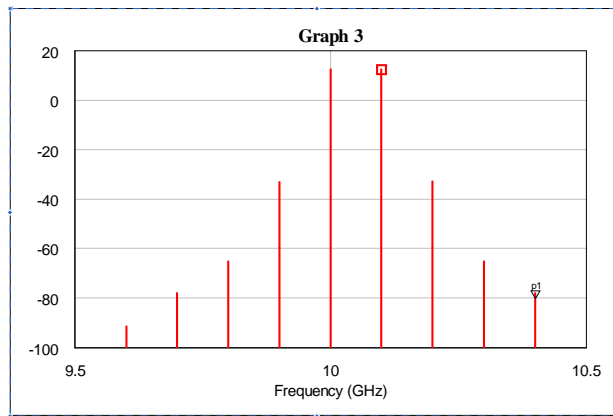

Рис.5
3.3.5 . Рассчитать и вывести на график спектр выходного сигнала при двухчастотном воздействии. Примерный вид характеристики показан на Рис.5